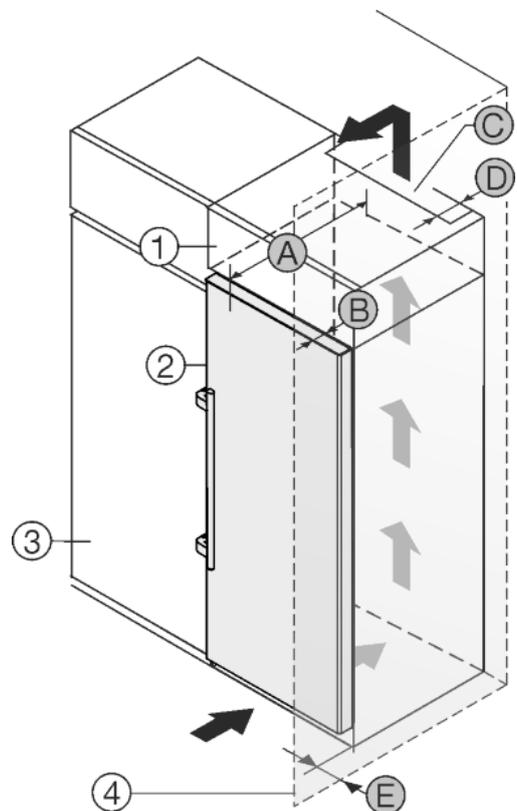

Fig. 22
Das Gerät kann mit Küchenschränken umbaut werden. Um das Gerät *Fig. 22 (2)* der Küchenzeilenhöhe anzugleichen, kann über dem Gerät ein Aufsatzschrank *Fig. 22 (1)* angebracht werden.
Das Gerät kann direkt neben dem Küchenschrank *Fig. 22 (3)* aufgestellt werden. Um die Türe vollständig öffnen zu können, muss das Gerät um die Tiefe *Fig. 22 (B)* gegenüber der Küchenschrankfront vorstehen. Abhängig von der Tiefe der Küchenschranke und Verwendung von Wandabstandshaltern kann das Gerät weiter herausragen.
- An der Rückseite des Aufsatzschrankes muss ein Abluftschacht mit der Tiefe *Fig. 22 (D)* über die gesamte Aufsatzschrankbreite vorhanden sein.
- Unter der Raumdecke muss der Entlüftungsquerschnitt *Fig. 22 (C)* eingehalten werden.
Wenn das Gerät mit den Scharnieren neben einer Wand *Fig. 22 (4)* aufgestellt wird, muss der Abstand *Fig. 22 (E)* zwischen Gerät und Wand eingehalten werden. Dies entspricht dem Griffüberstand bei geöffneter Tür.